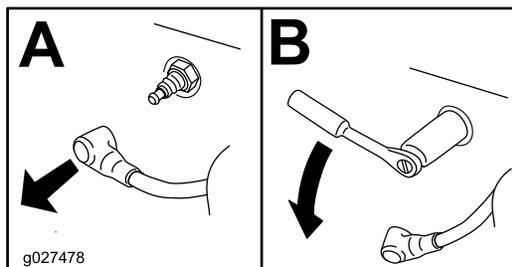

Figura 43
4. Individuate e rimuovete la/e candela/e, come illustrato nella Figura 43.